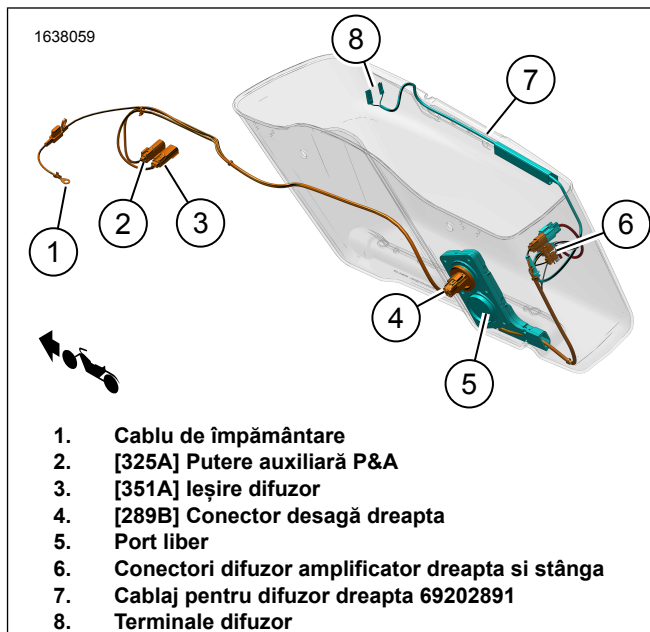

Figura 5. Traseele cablajului pentru desaga din dreapta
- g. Dirijați cablajul (5) prin orificiul garniturii inelare.
- h. Montați garnitura inelară (3) pe cablaj (5).
- i. Reglați garnitura inelară (3) după cum este necesar și instalați în desagă.
13. A se vedea figura 5. Montați cablajul pentru difuzor dreapta.
- b. A se vedea figura 5. Dirijați cablajul (7) după cum este prezentat.